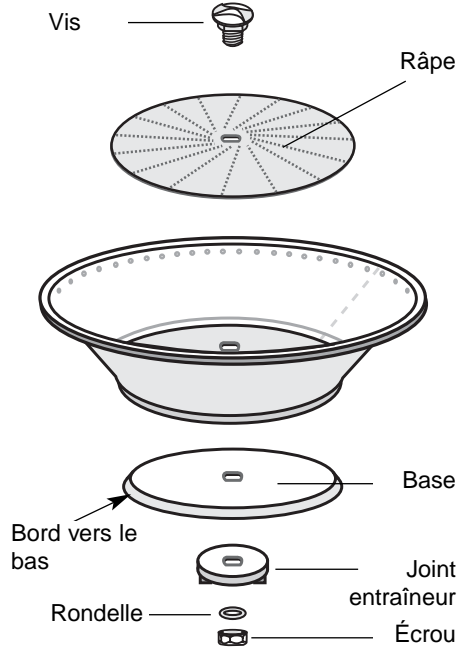

Fig. 9
- **Pour le nettoyage périodique complet** démonter les éléments du panier en dévissant l'écrou du panier (Fig. 9).
**Pour démonter les éléments du panier**, saisir avec une main le panier et dévisser l'écrou avec une clé à pipe numéro 13 (Fig. 9). Ensuite, pousser la vis du panier en l'extrayant.
Monter dans l'ordre inverse (Fig. 9) en faisant attention de monter le fond du panier avec le bord vers le bas. **Pour monter les éléments du panier** visser avec la clé à pipe N° 13. S'assurer de bien serrer.